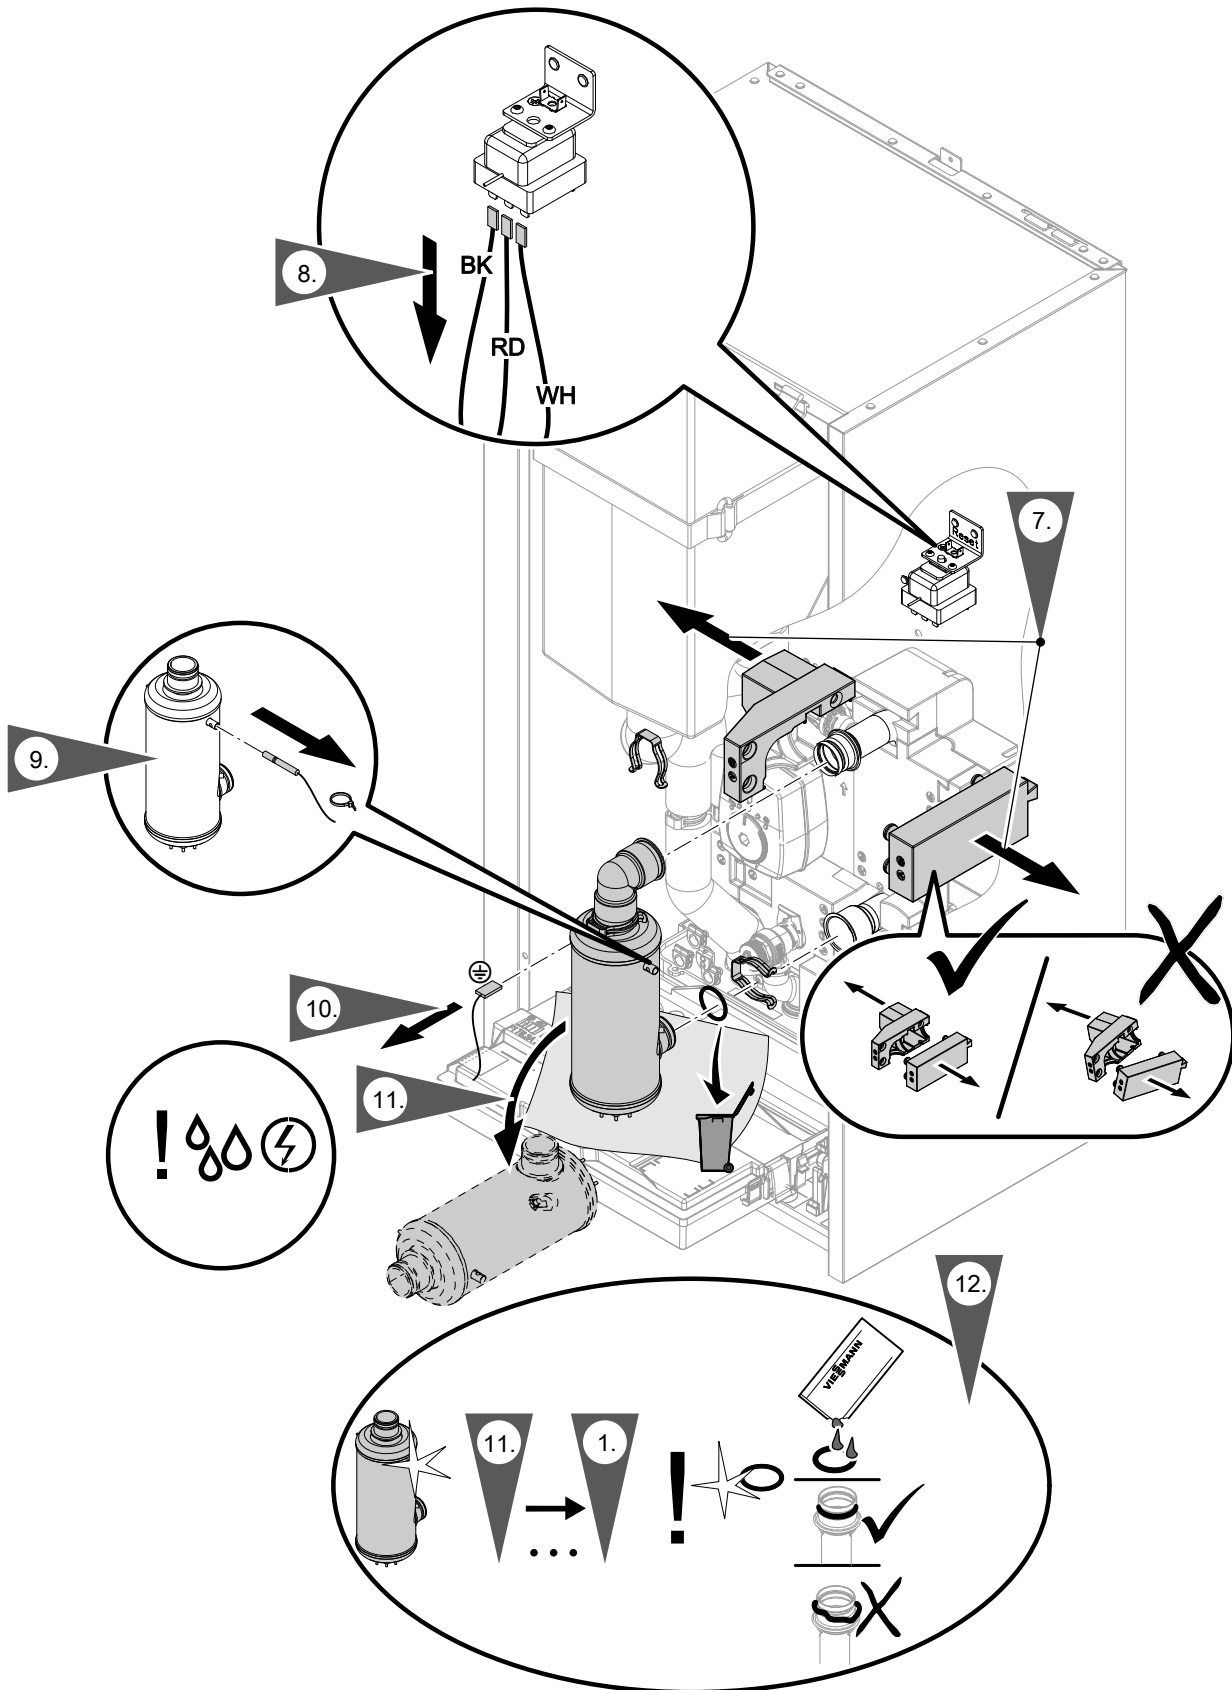

Abb. 93 Farbkenzeichnung der am Sicherheitstemperaturbegrenzer angeschlossenen Adern beachten (gemäß IEC 60757):
- Temperatursensor am Heizwasser-Durchlauferhitzer und elektrische Leitungen am Sicherheitstemperaturbegrenzer: Siehe Abb. 93.